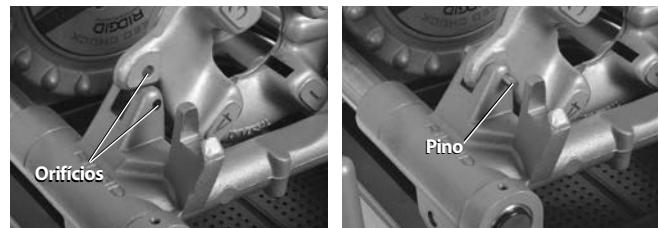

Figura 26 – Reter a Cabeça de Roscar do Lado Esquerdo no Lugar
- Coloque um pino de $\frac{5}{16}$ " com 2" de comprimento nos orifícios da guia e a cabeça de rosca do lado esquerdo para se manter no lugar (consulte a Figura 26).